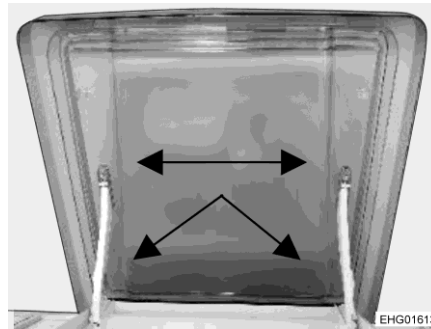

Fig. 133 Lanterneau VisionStar
- Le lanterneau peut être retiré pour le nettoyer. Retirer pour ce faire avec précaution les goupilles en plastique (Fig. 133, flèche).